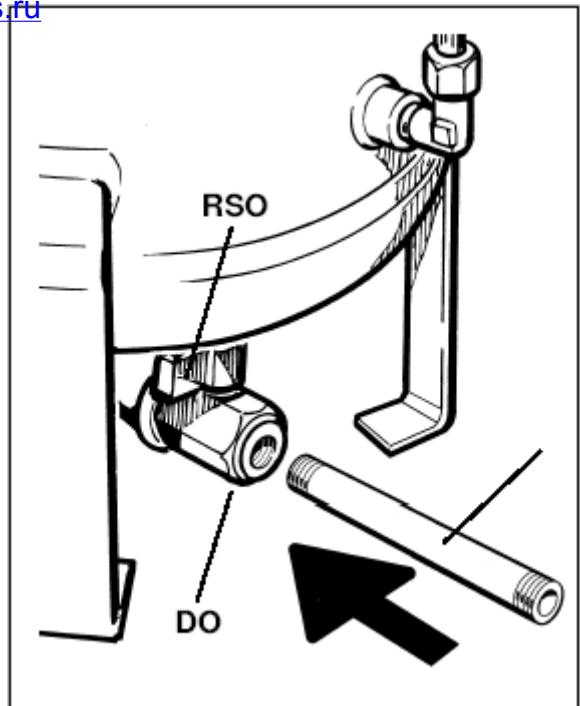

рис.21.
- Подсоединить прилагаемый штуцер **R**, который должен соединяться с накопительной емкостью, к креплению **DO** после снятия предохранительной пробки (рис.21).
- Приоткрыть сливной клапан **RSO** (рис.21).